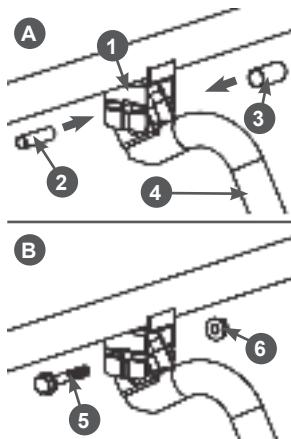

Рис. 8 Установка транспортировочной рукоятки
- Установите транспортировочные рукоятки. Схема установки рукоятки показана на Рис. 8. Сначала вставьте рукоятку 4 в кронштейн 1, затем вставьте внутрь рукоятки 4 распорную втулку 3 (Рис. 8А).
После этого совместите отверстия в кронштейне, рукоятке и втулке и вставьте в полученное отверстие втулку 2 (Рис. 8А). Окончательно закрепите рукоятку болтом 5 и гайкой 6 (Рис. 8В).